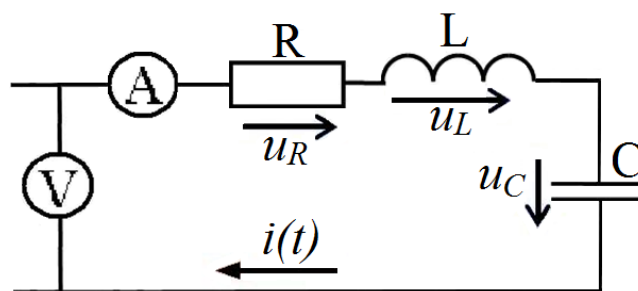

Рис. 1.19. Схема колебательного контура
- собрать R-L-C-цепь по схеме рис. 1.19;